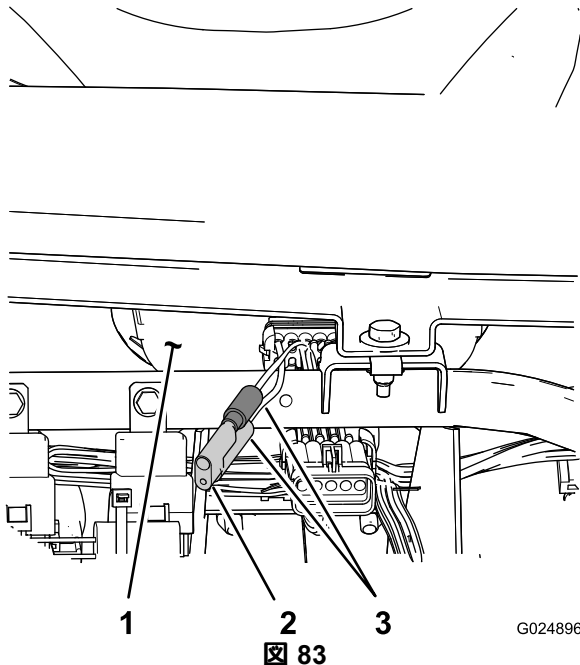

図 83
3. 速度計のそばに接続されていないワイヤ2本を探す 図 83。
4. コネクタプラグをハーネスワイヤから外して、2本のワイヤをいっしょに接続する 図 83。